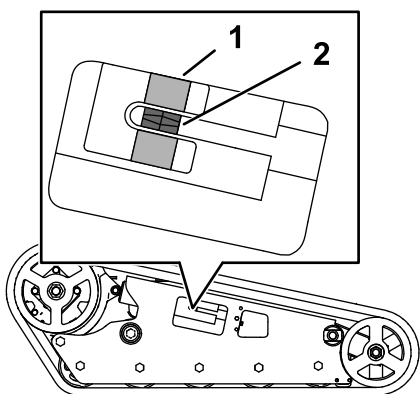

Figura 56
Compruebe que el bloque tensor está alineado con la guía verde de la pegatina, o que el bloque está a 1,3 cm del extremo trasero de la ranura del tubo tensor (Figura 56). Si no es así, ajuste la tensión de las orugas usando el procedimiento siguiente:
4. Usando una llave de carraca de ½", gire el tornillo tensor en sentido antihorario hasta que el bloque tensor quede alineado con la guía verde de la pegatina o esté a 1,3 cm del extremo trasero de la ranura del tubo tensor (Figura 56).
8. Compruebe que el bloque tensor quede alineado con la guía verde de la pegatina o esté a 1,3 cm del extremo trasero del tubo tensor en ambas orugas (Figura 56). Ajústelo si es necesario.